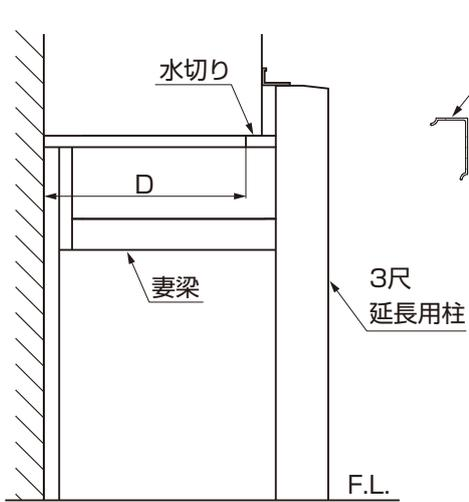

図25-6
- ⑤バルコニー下に水切りがついている場合は、躯体からバルコニー水切りまで(D寸法)を測定してください。(図25-6参照)
●Dは躯体からバルコニー水切り(間口側)までの寸法です。(図25-6参照)